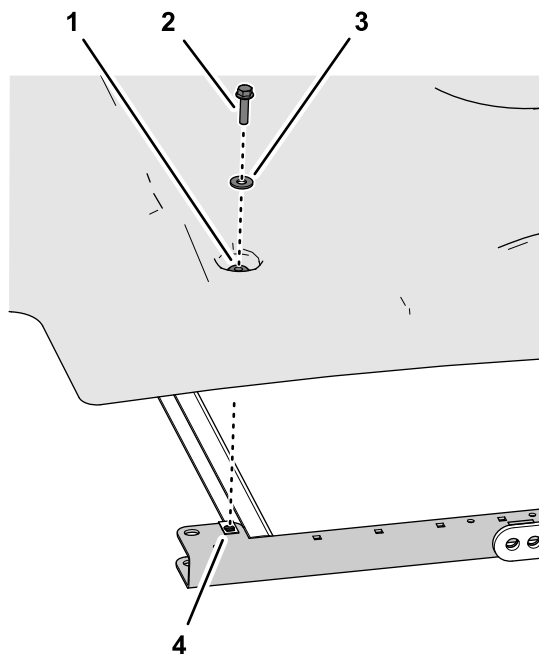
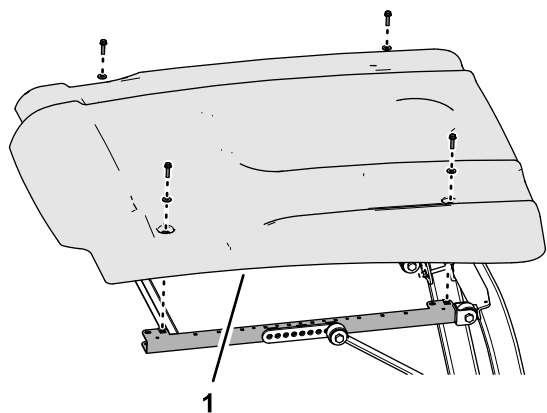

図 2
図 1
2. サンシェードを機体から外す 図 1。
1. サンシェードをサイドフレームチャンネルに固定しているフランジヘッドボルト 5/16 x 1 1/4" 4 本とワッシャ 5/16" 4 枚を取り外す 図 1 と 図 2。